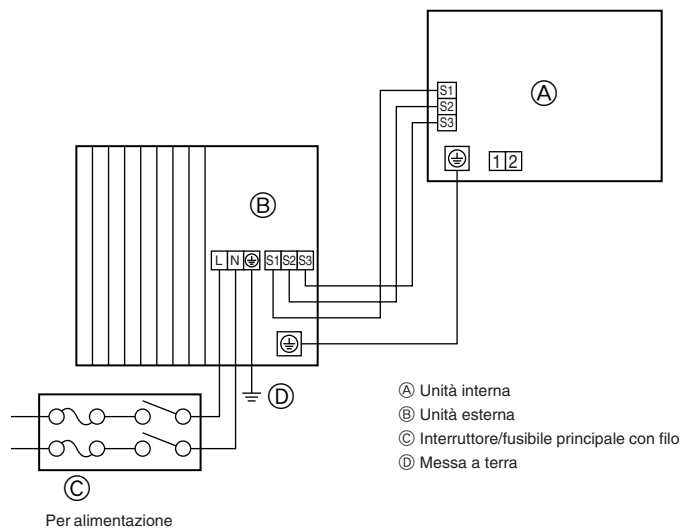
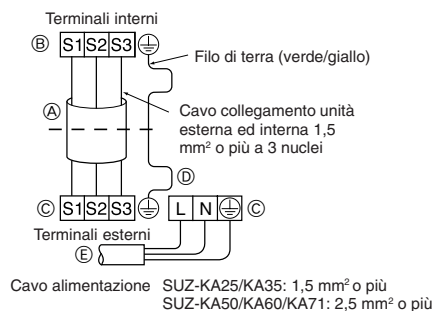
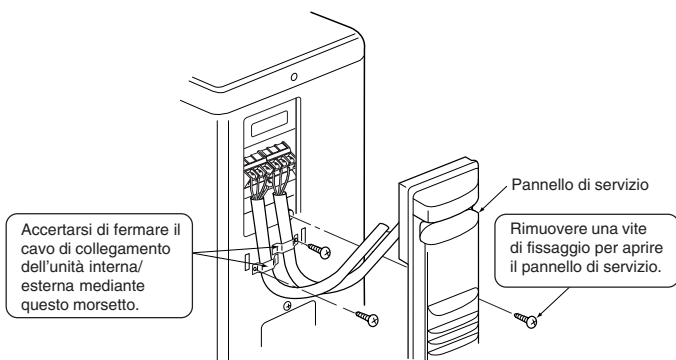
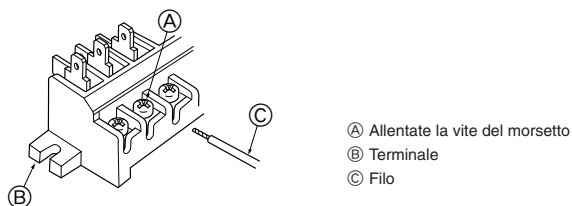

Fig. 6-1
Fig. 6-2
Fig. 6-3
Fig. 6-4
6.1. Unità esterna (Fig. 6-1, Fig. 6-2, Fig. 6-3, Fig. 6-4)
- ① Rimuovere il pannello di servizio.
- ② Collegare i cavi facendo riferimento alla Fig. 6-1, Fig. 6-2, Fig. 6-3 e Fig. 6-4.
- Eseguire i collegamenti elettrici seguendo lo schema ripreso qui sotto a sinistra (Procurarsi il cavo localmente). (Fig. 6-2)
- ① Cavo di collegamento
- ② Terminali interna
- ③ Terminali esterna
- ④ Installare sempre un filo di terra più lungo degli altri cavi.
- ⑤ Cavo di alimentazione
- State attenti a non invertire i fili. (Fig. 6-4)